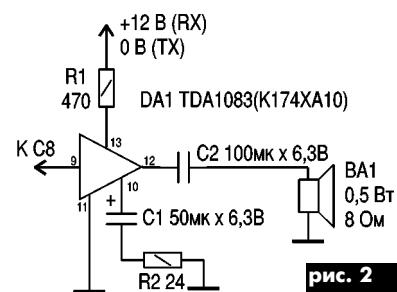

рис. 3
**Конструкция.** Прибор выполнен на печатной плате из одностороннего фольгированного материала (гетинакс использовать не рекомендуется, так как фольга часто отслаивается) размером 45×45 мм методом травления. Микрофон BM1 размещен по ободку наушника, возле капсюля, и прикреплен к нему с помощью пластинки (**рис.3**), вырезанной из жести от фланкона лака для волос (лепестками нужно обжать микрофон). Наушники и микрофон соединяют с УНЧ двужильным экранированным проводом.